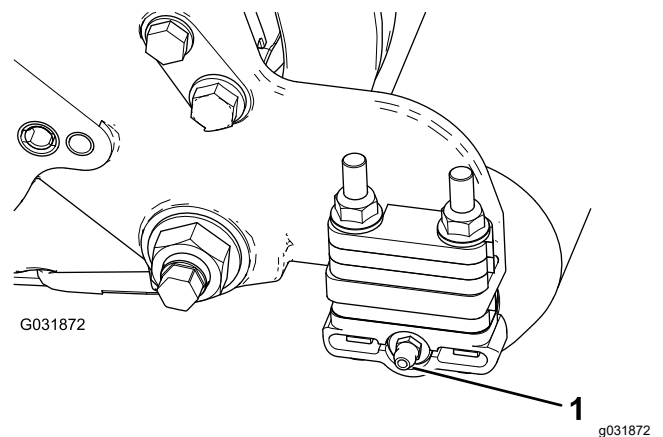

Рисунок 6
- Установите прямоугольную масленку так, чтобы она была направлена назад (Рисунок 6).